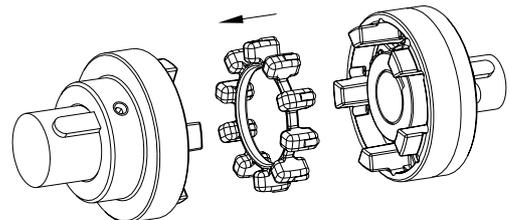

Figura 22: montaje del anillo elástico
- Inserte el anillo elástico o elastómeros individuales DZ en la sección de levas del mangón del ramal conductor o del eje conducido o del casquillo de levas (véase figura 22).